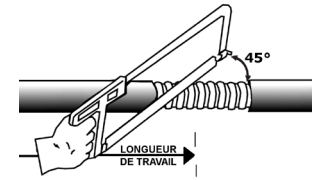

Figure 1
2. Déterminer la longueur de travail (la longueur de conducteur requise à l'intérieur du boîtier ou de l'appareil. Enlever une partie de la gaine extérieure pour exposer le blindage, couper l'armure à l'aide d'une scie à métaux et couper la gaine extérieure pour ajuster la longueur d'armure exposée, comme indiqué dans le tableau (Figures 1 et 2).